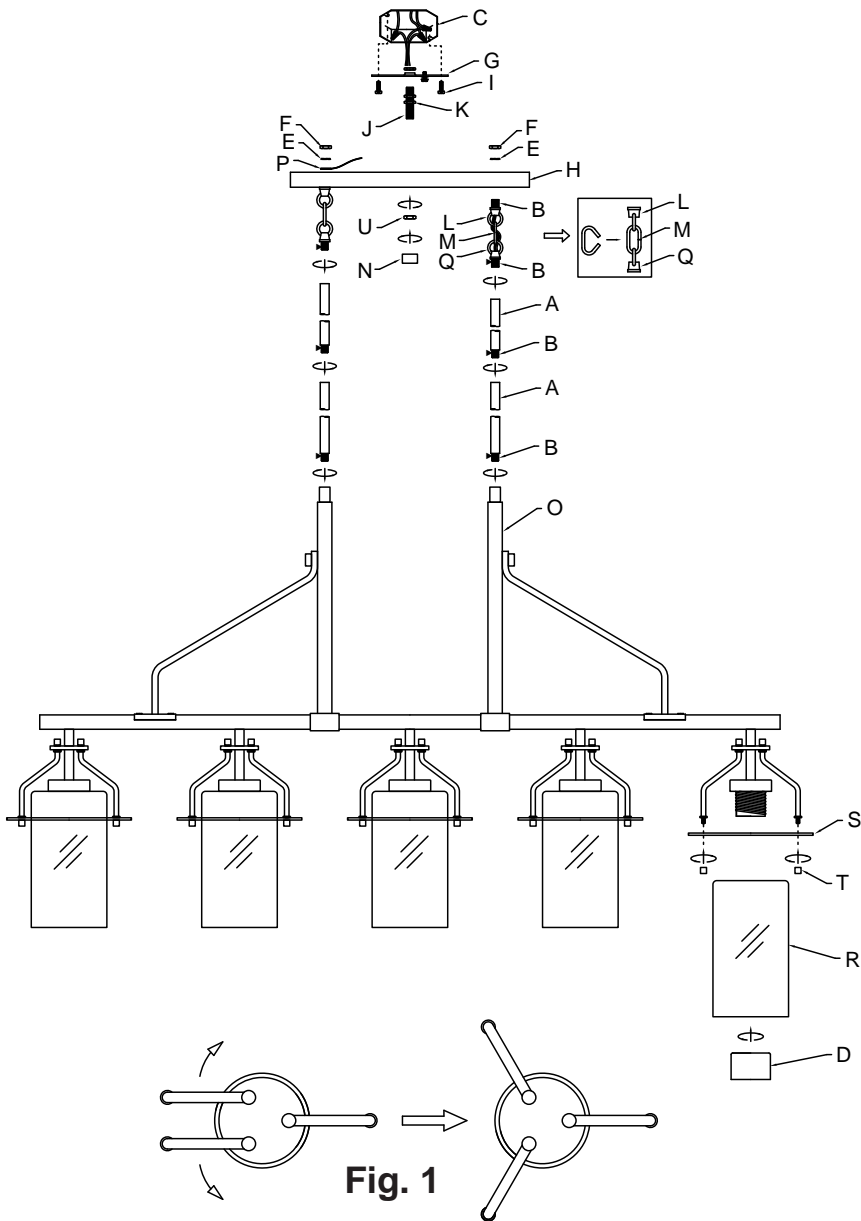

Fig. 1
- Rotate the three (3) small arms of one socket assembly into their correct locations as shown (Fig. 1).
- Repeat steps 17-21 for remaining four (4) socket assemblies.
- Faites pivoter les trois (3) petits bras sur chacune des douilles dans leur emplacement approprié (voir illustration Fig. 1).
- Répétez les étapes de 16 à 20 pour les quatre (4) autres douilles.